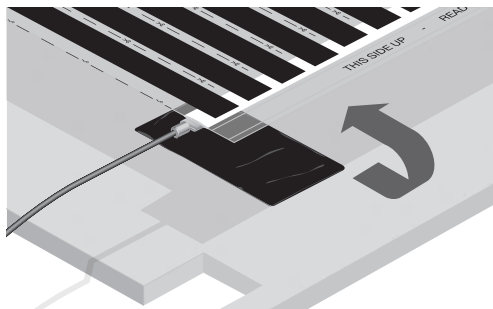

Fig. 9. Täck anslutningarna med tejp
- 14.** Alla anslutningar till raderna av värmefolie ska täckas med en bit mastiktejp som är 50 mm bred och ca 100 mm lång. Fäst halva tejpens på antingen undersidan eller ovasidan och vik den runt till den andra sidan. (fig.9)